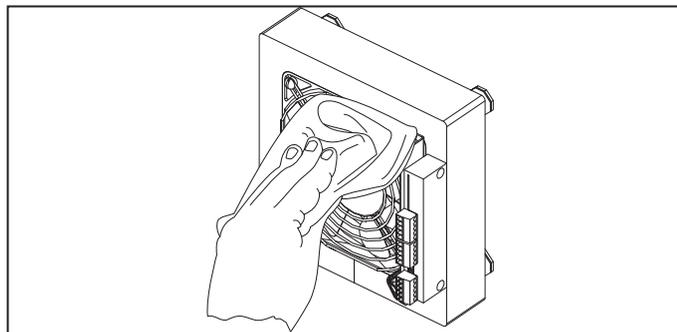

Рис. 16. Очистка лопастей вентилятора
- Очистите лопасти вентилятора (см. рис. 16). Для удаления пыли используйте мягкую сухую щетку, мягкую материю или сжатый воздух. Очистка при помощи воды, абразивных моющих средств, острых предметов и растворителей ЗАПРЕЩЕНА. Очищайте лопасти вентилятора не реже 1 раза в год.